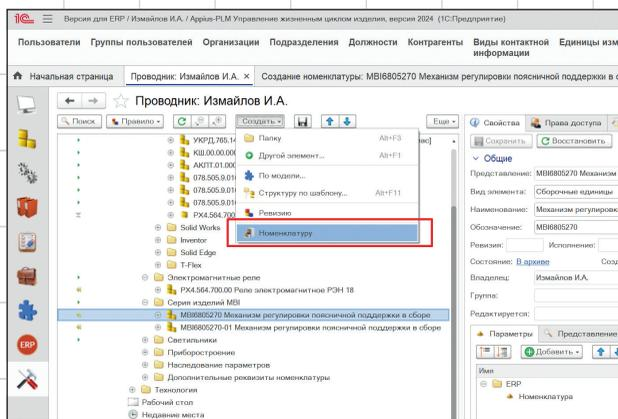

Рис. 1
- для установки связи открываем изделие в специализированном интерфейсе (рис. 1),